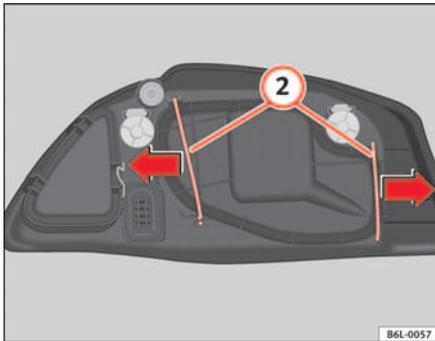

Abb. 142 Glühlampe
- Die Streben **2** ⇒ Abb. 142 in Pfeilrichtung herausschieben und den Deckel abnehmen.
- Den Kunststoffdeckel und die Streben **2** ⇒ Abb. 142 einsetzen.